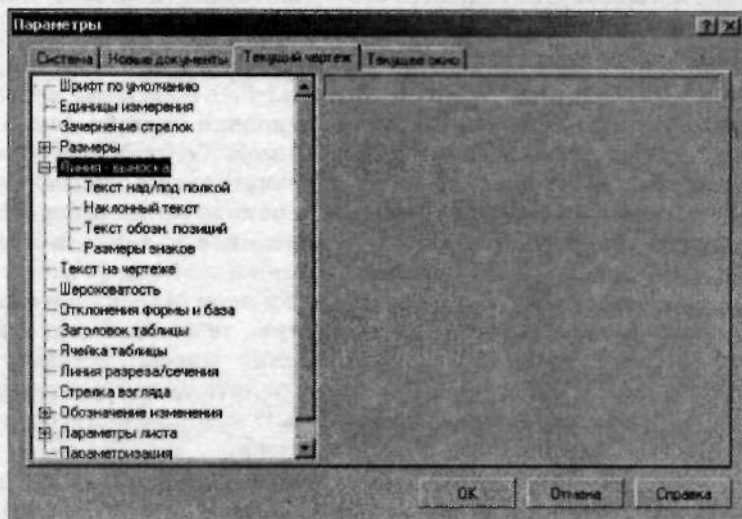

Рис. 1.36. Настройки линии-выноски
- **Размеры.** Заметьте, что справа от этого пункта стоит знак «плюс». Это означает, что настройка имеет список параметров. Чтобы открыть этот список, щелкните по знаку «плюс». Заметьте, что при открытии списка знак рядом с пунктом **Размеры** изменился на «минус». Это означает, что список настроек раскрыт. Если вы хотите закрыть его, щелкните по знаку «минус» (рис. 1.36):
- **Линия-выноска.** Данный пункт настроек имеет также ряд опций (рис. 1.36):